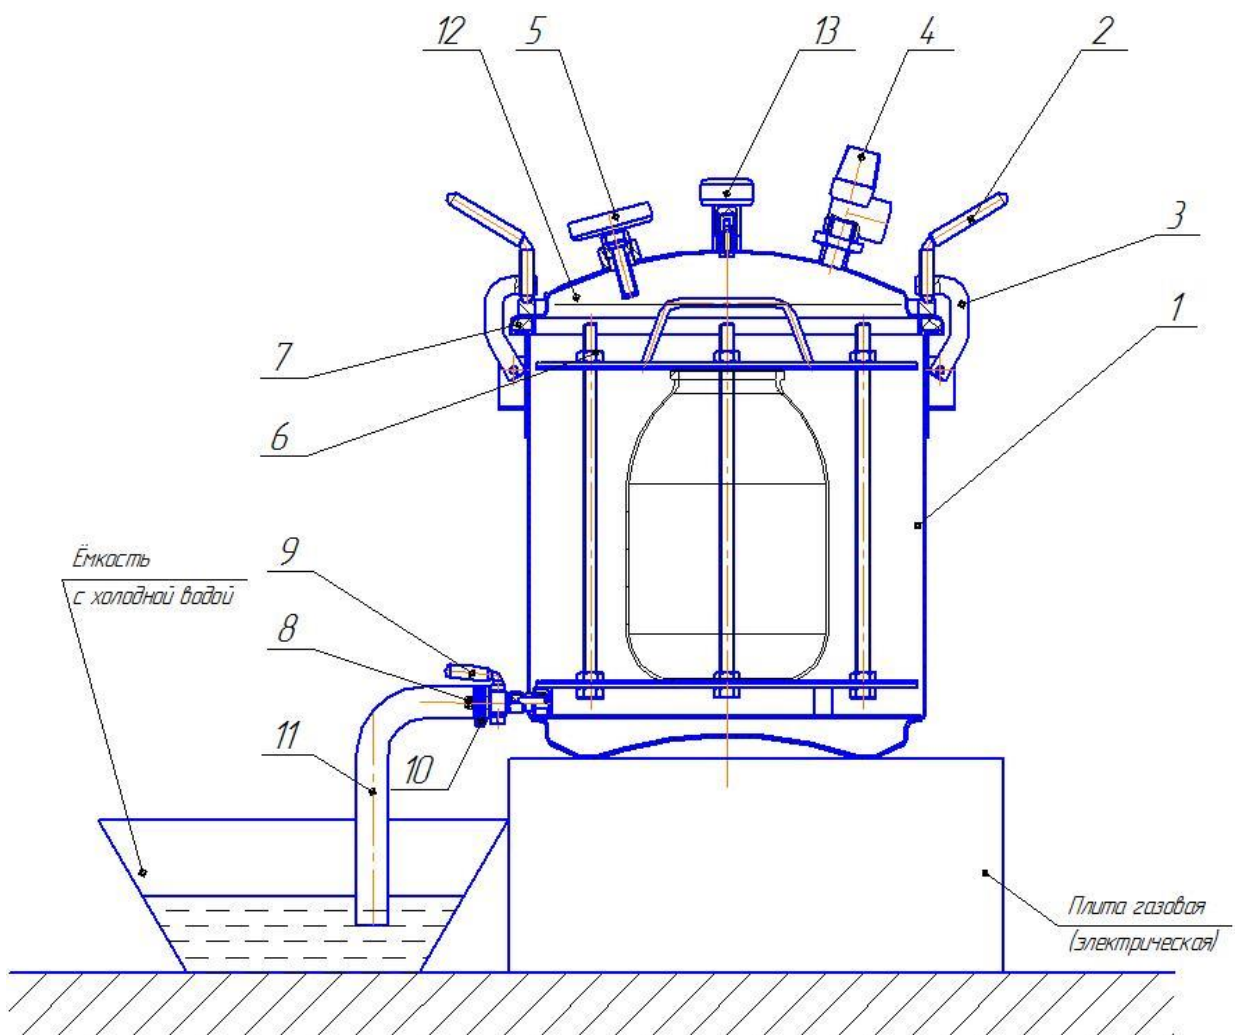
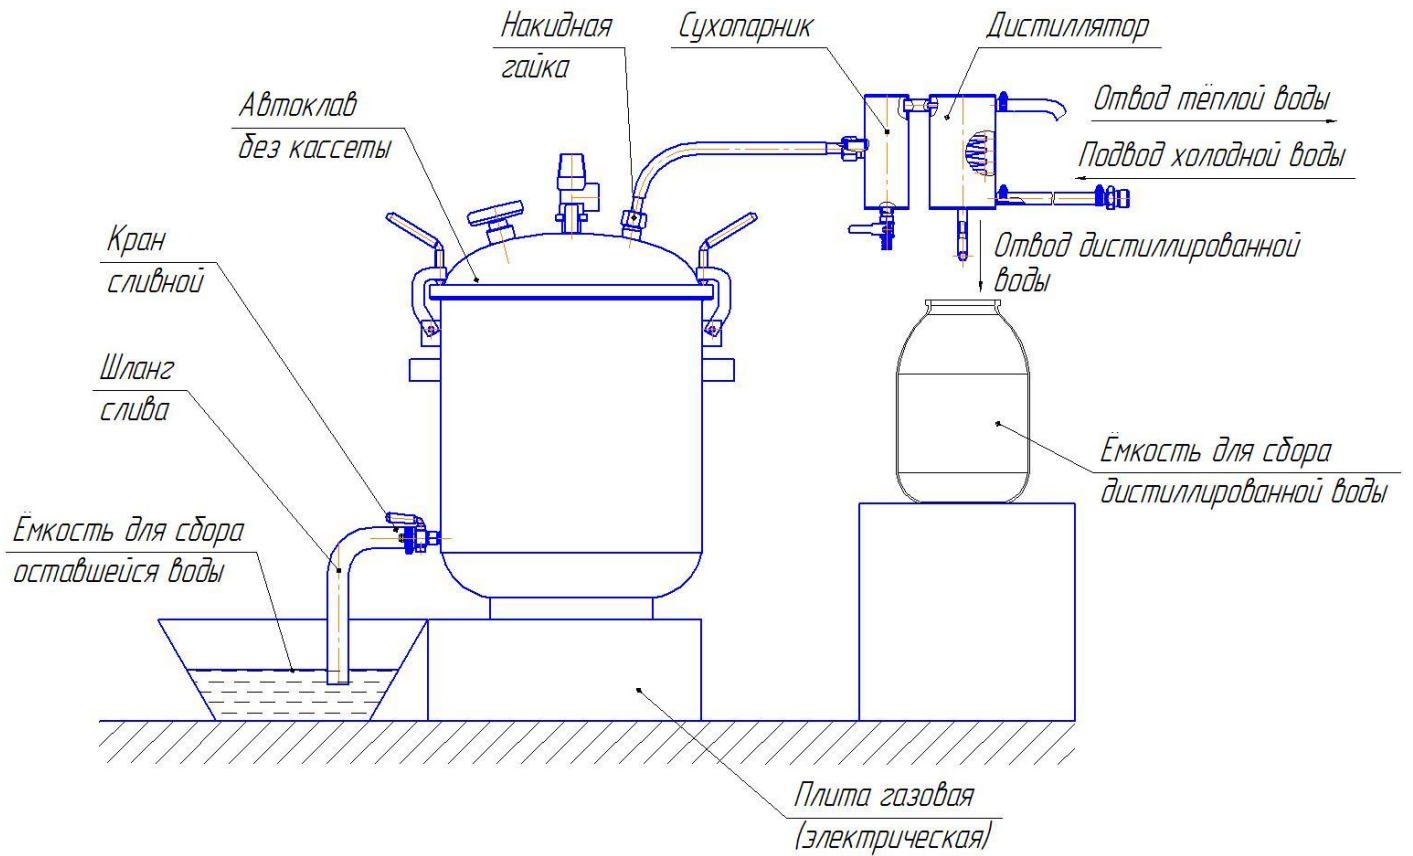
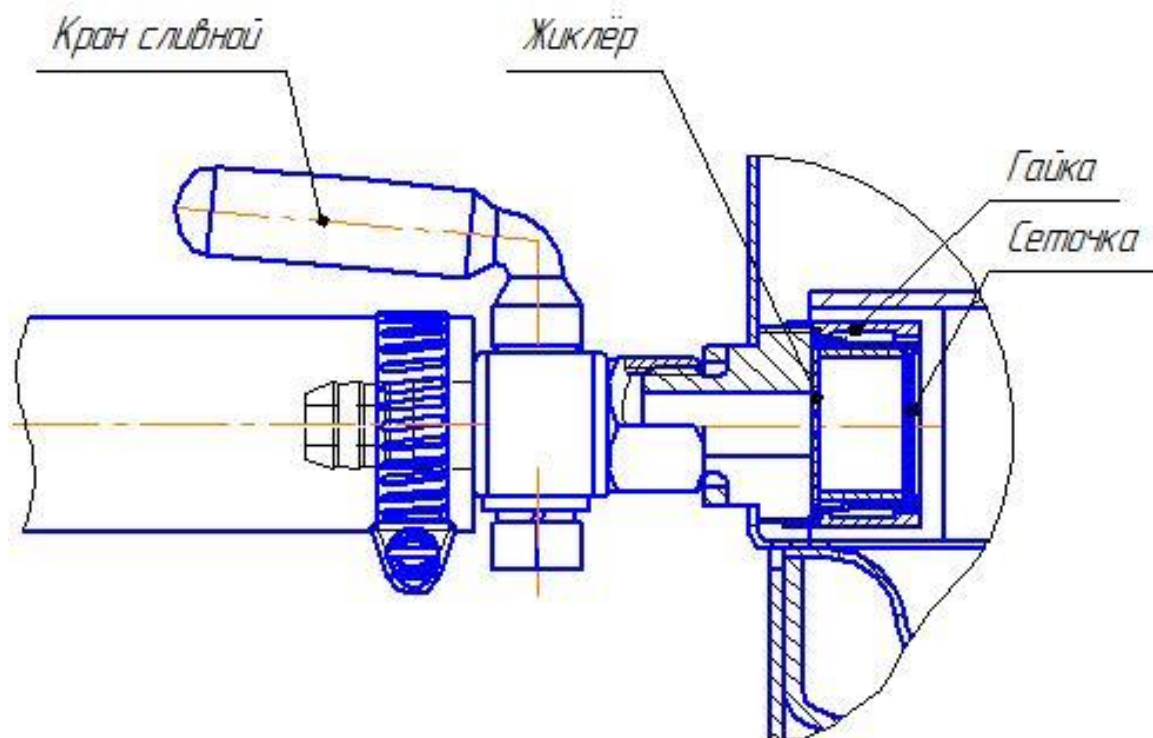

Рис. 1. Схема автоклава в сборе
Рис. 4 Автоклав в сборе с дистиллятором.
Рис. 5 Кран сливной
4.3. Для защиты от брызг и пара при сливе воды с температурой свыше 100 °С, конец шланга слива 11(рис.1) опустить в ведро (или другую ёмкость) с небольшим количеством холодной воды (водяной затвор) и закрепить его (например, привязав шланг к ручке ведра), иначе возможны хаотичные движения шланга с выбросом пара и горячей воды во все стороны в первые минуты слива воды.
- не откручивать ручки 2 (рис. 1) крышки автоклава;
- при необходимости сбросить давление в автоклаве до полного прекращения выхода пара, повернув головку предохранительного клапана 4 (рис. 1)(для предотвращения попадания пара на руку надеть защитную перчатку);
- отвинтить ручки 2 (рис. 1), отбросить кронштейны 3 и снять крышку 12;
5.7. Снять крышку 12 (рис.1), аккуратно опустить кассету с банками в корпус автоклава.
5.8. Налить в корпус 1 (рис.1) воду из-под крана или другого источника, уровень воды должен быть на 2 см ниже верхней кромки корпуса.
5.9. Установить крышку 12 (рис.1) на место. Набросить на крышку кронштейны 3 с ручками 2 (рис.1) и, равномерно крест-накрест затягивая ручки 2 прижать крышку к корпусу.
5.13. Нагреть воду в автоклаве до температуры стерилизации. Поддерживать температуру стерилизации в течение времени, рекомендуемого в выбранном Вами рецепте. Контроль температуры осуществлять по стрелочному термометру 5 (рис.1), поддерживать её постоянной, регулируя силу пламени горелки. Время контролировать по часам. Для контроля давления и косвенно температуры, на крышке 12 установлен манометр 13. При показании манометра равном 2 bar, температура в автоклаве должна быть ~120°C. Если термометр показывает значительно меньше, то значит, он не исправен. Если термометр показывает температуру более 120°, а манометр показывает менее 2 bar при дальнейшем нагреве начинает срабатывать предохранительный клапан, то значит, неисправен манометр.
- открыть кран 9 (рис.1) для слива воды, слив воды происходит через жиклер (рис. 5) за 20-30 минут (смотри пункт 4.3.).
5.15. После остывания автоклава до 95°C повернуть головку предохранительного клапана 6 (рис.1) не достигая щелчка, дождаться сброса давления в автоклаве. Эти действия позволят продолжиться процессам: слива воды и более интенсивному остыванию кассеты с банками.
5.17. Отвинтить ручки 2 (рис.1), отбросить кронштейны 3, снять крышку 12.
5.18. Вынуть кассету 6 (рис.1) из автоклава и установить в безопасное место для дальнейшего остывания.
5.21. В случае затруднения сброса воды, перед следующей стерилизацией необходимо промыть (продуть) жиклёр (рис. 5). Для этого: открутить гайку, извлечь сеточку, открыть кран, тщательно
6.1. Убрать из автоклава кассету 6 (рис. 1).
6.5. Поставить крышку 12 на место, убедиться в правильной её установке. Набросить на крышку кронштейны 3 с ручками 2 (рис.1) и, равномерно крест-накрест затягивая ручки 2 прижать крышку к корпусу.
6.6. Собрать дистиллятор (рис. 4), при помощи накидной гайки соединить его с автоклавом, предварительно вывернув манометр 13 (рис. 1). Соединить дистиллятор трубкой с краном, а второй
6.11. При появлении пара из конца отводящей трубки открыть водопроводный кран и заполнить рубашку конденсатора водой до выхода её из сливной трубки (рис. 4).
6.12. При появлении первых капель дистиллированной воды из отводящей трубки (рис. 4) отрегулировать расход воды через конденсатор так, чтобы из отводящей трубки не выходил пар. Поддерживать постоянную температуру воды в корпусе автоклава, регулируя силу пламени горелки.
6.13. При получении необходимого количества дистиллированной воды необходимо выключить горелку и дождаться прекращения процесса кипения в автоклаве. При этом перестает капать вода из отводящей трубки (рис. 4).